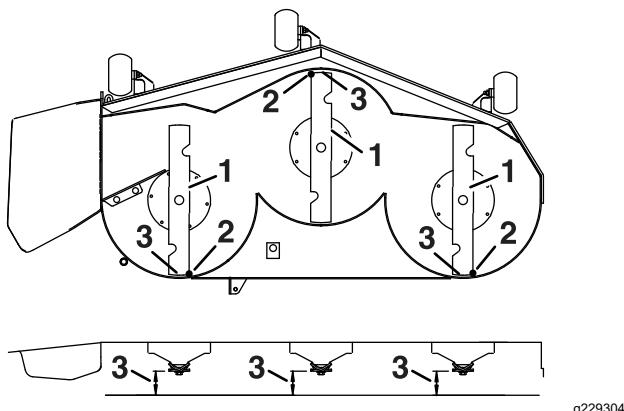

Figura 73
4. Rode cuidadosamente as lâminas para que estejam da frente para trás (Figura 73).
5. Meça da ponta da lâmina da frente até à superfície plana e da ponta da lâmina de trás até à superfície plana (Figura 73).